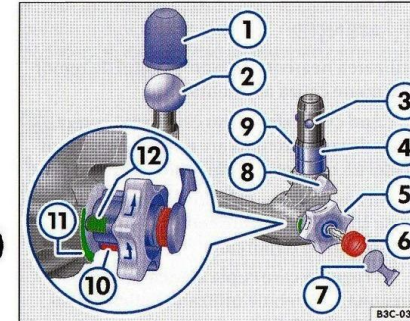
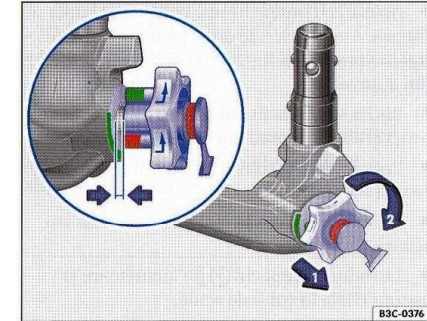

Fig. 32 Imagine generală: Cupla sferică demontabilă
Fig. 33 Pretensionarea cuplei sferice.
Legenda ⇒ fig. 32
- Îndepărtați capacul (7) de pe încuietorea rozetei și introduceți cheia (6) în încuietorea.
- Cu mâna dreaptă trageți rozeta în sensul indicat de săgeată ⇒ fig. 33 (1), mențineți-o în această poziție și rotiți-o în sensul săgeții până se fixează (2). Cupla sferică este acum tensionată. Marcajul roșu ⇒ fig. 32 (10) de pe rozetă trebuie să fie îndreptat spre marcajul verde (11) de pe cupla sferică. Rotița se distinge clar de cupla sferică. S-a creat un spațiu de cca. 4 mm ⇒ fig. 33 (prin lupă).
- Verificați dacă toate bilele de blocare (3) intră complet în manșonul (4) al cuplei sferice.
- Apăsați cu putere în sus, până când cupla se fixează. Atenție ca cele două elemente de centrare ⇒ pagina 43, fig. 32"  să intre în orificiile din autovehicul.
- Cu mâna dreaptă trageți rozeta  în sensul indicat de săgeată ⇒ pagina 43, fig. 33" , mențineți-o în această poziție și rotiți-o în sensul săgeții  în față, până la limită.
- Când diametrul cuplei sferice ⇒ pagina 43, fig. 32"  mai prezintă într-un loc ales la întâmplare 49 mm, cupla sferică nu mai trebuie utilizată.